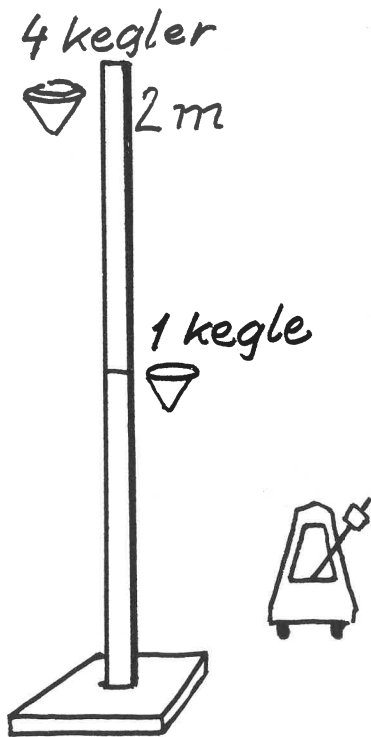

Fig. 36
a) Fig. 36 forestiller en 2 m høj målestok, inddelt i cm, en metronom og nogle kegler af silkepapir.